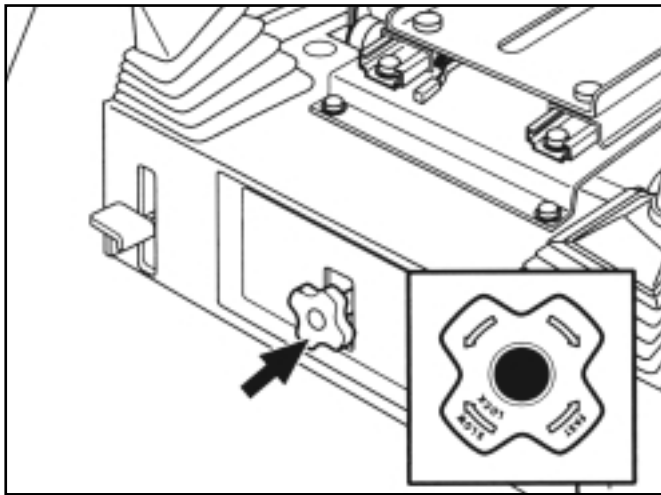

FIG. 54 / ABB. 54 / FIG. 54
**Papillon de contrôle** - Le papillon (Fig. 54) règle le débit d'huile hydraulique pour régler la vitesse avec laquelle un accessoire descend. Tournez le papillon dans le sens des aiguilles d'une montre pour diminuer la vitesse et dans le sens inverse pour augmenter la vitesse.
**Hydraulikregelung** -Das Handrad (Abb. 54) begrenzt die Strömungsmenge des Hydrauliköls, um die Absenkgeschwindigkeit von Hubwerk und Anbaugerät zu regulieren. Durch Drehen im Uhrzeigersinn verlangsamt sich das Absenken. In der Anschlagstellung LOCK ist das Hubwerk verriegelt.
**Regelknop voor de daalsnelheid** - Deze knop (Fig. 54) regelt de stroomsnelheid van de hydraulische olie om de daalsnelheid van de hefinrichting en de werktuigen in te stellen. Wanneer u de knop met de wijzers van de klok mee draait, daalt de daalsnelheid. Wanneer u de knop tegen de wijzers van de klok in draait, worden de werktuigen in opgetilde stand vastgezet.